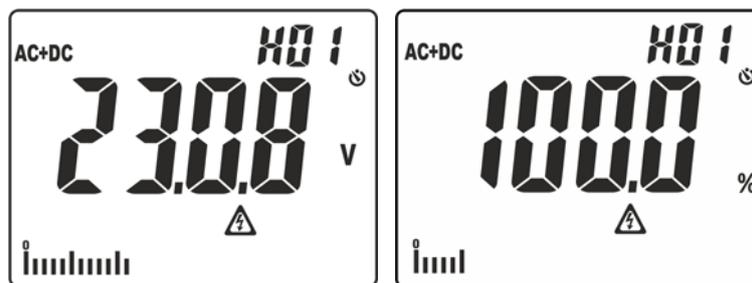

Fig. 3: Visualização das amplitudes na análise dos harmónicos
- Pressão simples do botão para a visualização das amplitudes dos harmônicos de tensão e corrente até à 25ª ordem (**Hdc**, **H01... H25**) no formato absoluto ou em percentagem em relação às fundamentais dos sinais na entrada (para valores de tensão $V_{CA} > 0.5V$ e corrente $CA > 0.5A$ e frequência compreendida entre $42.5Hz \div 69Hz$) e o valor em percentagem do parâmetro **THD%** (consultar o § 9.4) como se mostra na Fig. 3. Usar os botões \blacktriangle e $\blacktriangledown/\text{Ⓜ}$ para aumentar/diminuir a ordem do harmónico